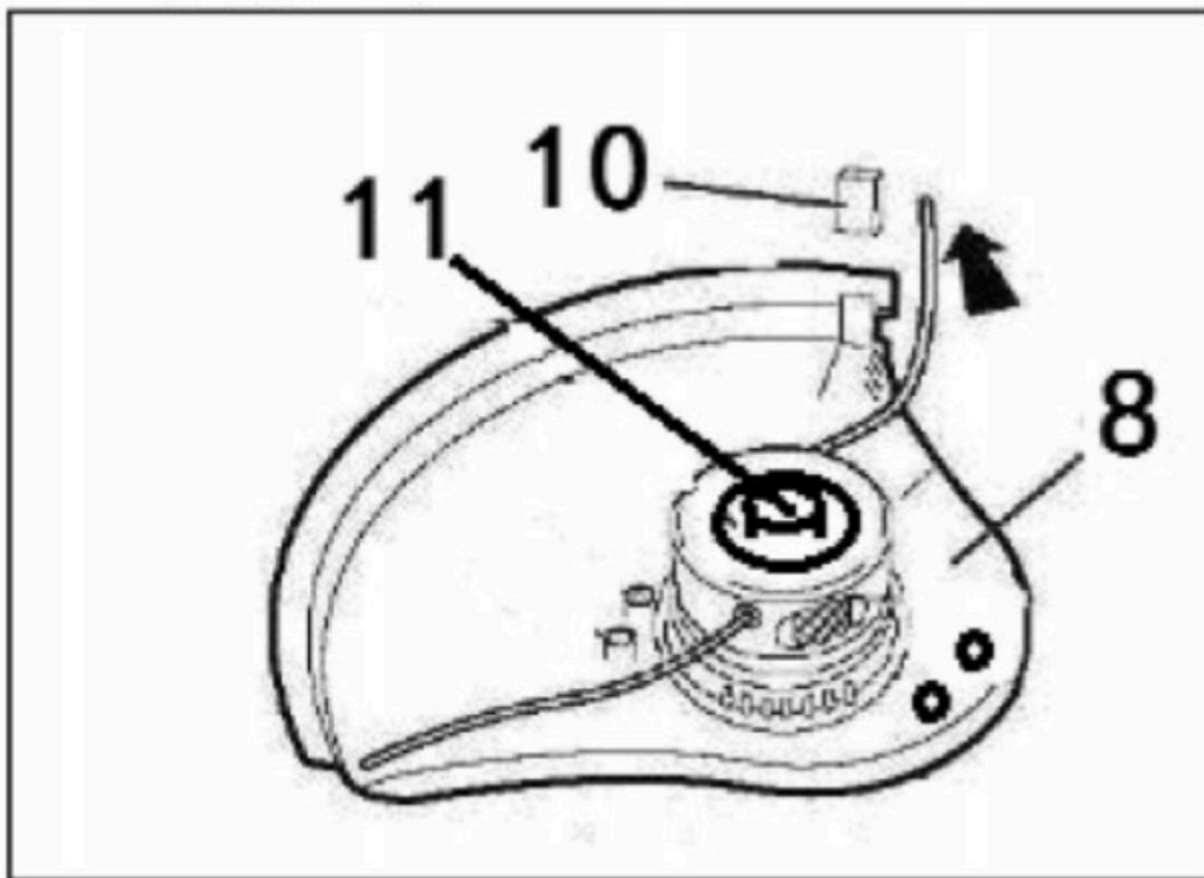

fig. 6
Trageți de cablul de la interior la marginea exterioară a capacului (8). În cazul în care linia este prea scurt, adică se termină la o distanță de mai mult de 50 mm de la marginea interioară a capacului, faceți clic pe centru cap de tăiere mașini de tuns iarba (11), trăgând în acest caz cablul, astfel încât el atârând la câțiva centimetri în spatele scut. (fig. 6)